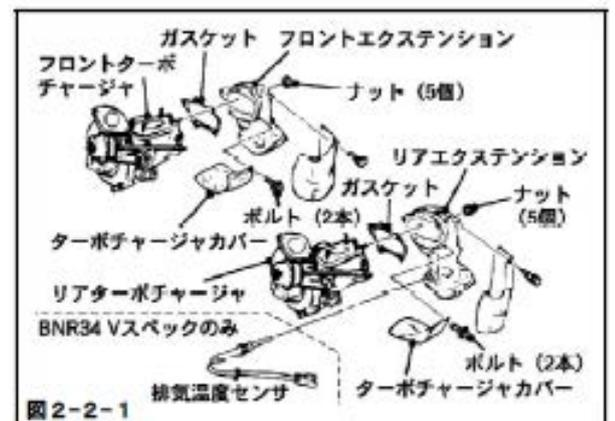

図 2-2-1
BNR34 Vスペック車は、排気温度センサも取付けてください。(図 2-2-1)
(図 2-2-1) (P6×2)
- (1) ボルト (F, R 各 2 本) を使用して、ターボチャージャカバーを F, R のターボチャージャ Assy に取付けてください。(図 2-2-1)